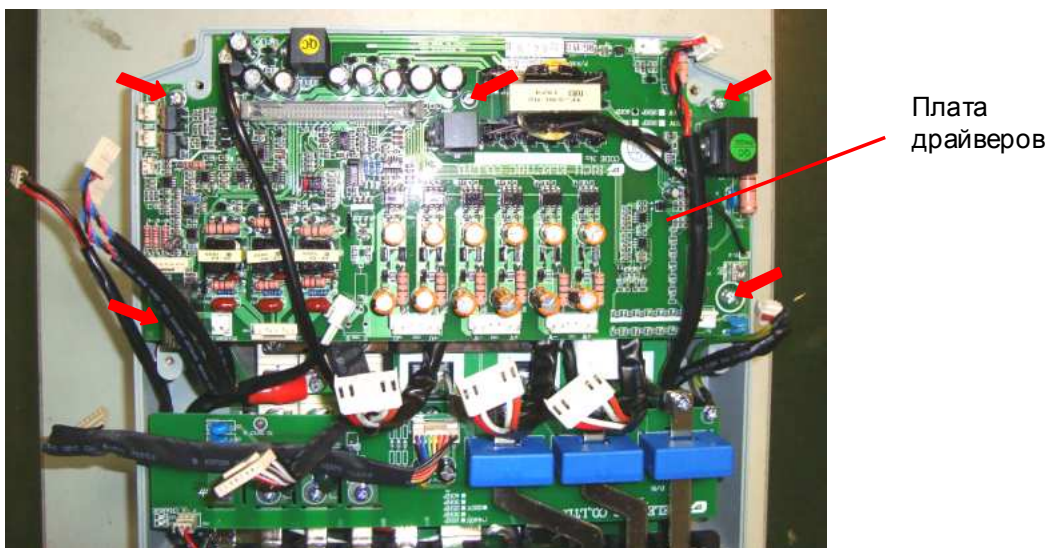

Рис. 6.9
6.7.1. Отсоединить от платы драйверов все разъемы кабелей и шлейфов (рис. 6.9).
6.7.3. Выкрутить пять винтов (рис. 6.9, красные стрелки), демонтировать плату драйверов и положить ее в тару.